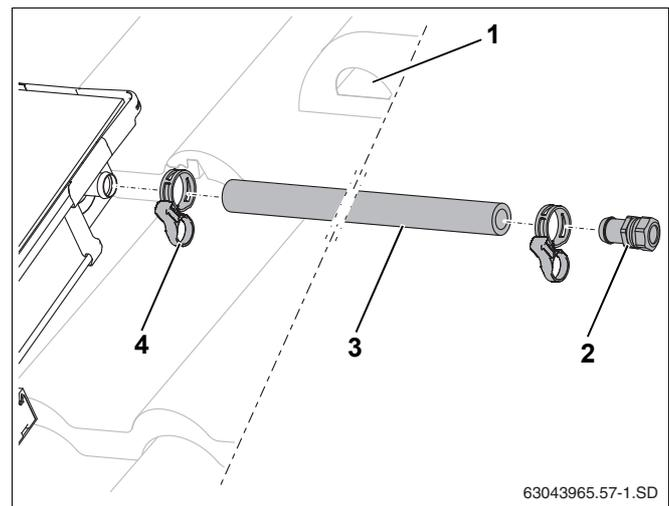

Рис. 51 Монтаж подающей линии (без воздушного клапана на крыше)
- ▶ Наденьте длинный шланг (1000 мм, рис. 51, поз. 3) на штуцер коллектора для подключения подающей линии и закрепите пружинным хомутом (рис. 51, поз. 4).
- ▶ Вставьте наконечник с зажимным кольцом (рис. 51, поз. 2) в шланг солнечного коллектора до упора и зажмите пружинным хомутом.
- ▶ Подключите сборную линию к наконечнику  $R\frac{3}{4}$  с зажимным кольцом (18 мм) (рис. 51, поз. 2).